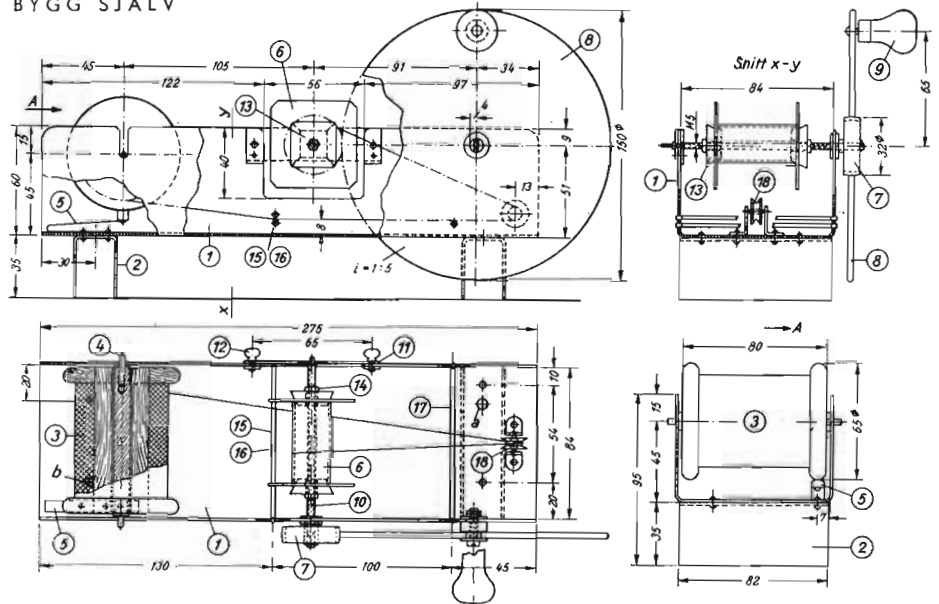

Fig. 2. Måttskiss för den enkla lindningsmaskinen.
Skall man linda ett större antal spolar kan man med enkla medel själv bygga sig en lindningsmaskin, se fig. 2. Man bockar en aluminiumplåt av 275 mm längd i U-form, så att »flänsarna» får en höjd av ca 60 mm (1) i fig. 2. På undersidan erhåller denna chassi-plåt två U-formiga stöd (2) av 35 mm höjd, som nitas fast på chassiets botten. Den som vill undvika böckning av alu-